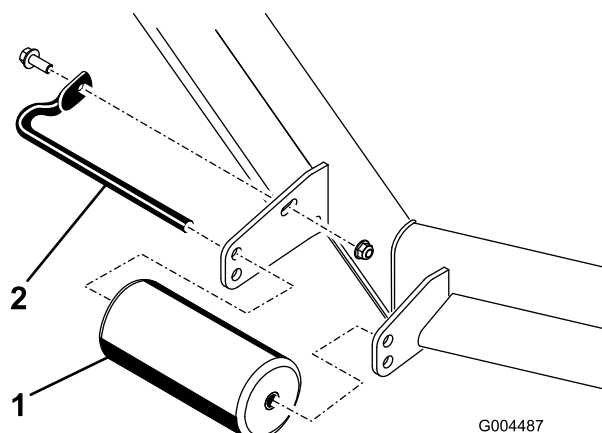

Figura 10
4. Togliete i fermi di fissaggio da ciascun rullo sul tosaerba ed alzate o abbassate i rulli come opportuno; vedere da Figura 10 a Figura 14 come opportuno per il vostro tosaerba.